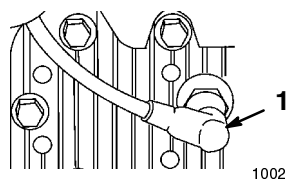

Figure 10
1. Branchez la bougie (Fig. 10).